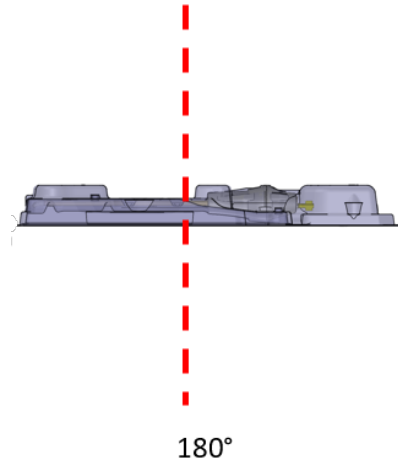

Figure 17 : UA incliné à 180 degrés
- f. Tourner l'emballage de l'UA de sorte que le côté plat soit vers le bas ou placé à 180 degrés (Figure 17). Inspecter attentivement l'UA à travers l'emballage plastique et vérifier qu'il n'y a pas de traces d'eau dans l'emballage indiquant une fuite. Si des traces d'eau sont observées, l'UA est défectueux et ne doit pas être utilisé. Remplacer par un nouvel UA emballé et répéter la procédure de préparation.